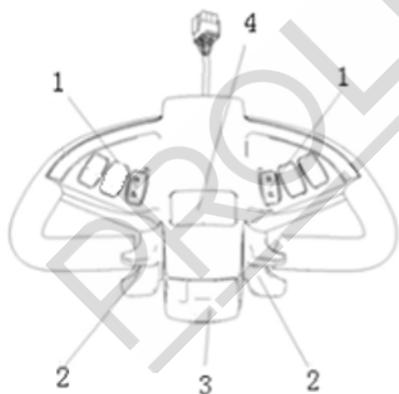

Рисунок 6
- При перемещении акселератора (позиция 2 на рис. 6) в положение «0» или отпуская кнопки активируется торможение, и тележка тормозит до полной остановки.
- Перемещая кнопку акселератора (позиция 2 на рис. 6) непосредственно с одного направления движения на противоположное, тележка тормозит до тех пор, пока не начнет движение в противоположном направлении.
- Нагрудный переключатель (позиция 3 на рис. 6) предотвращает зажатие оператора, и, если эта кнопка активирована, тележка замедляет ход и/или начинает движение назад («В») на некоторое расстояние, а затем останавливается. Если ручка находится в рабочей зоне, а тележка не движется, считайте, что в этой ситуации кнопка все еще активирована.
- Контролируйте скорость движения, осторожно перемещая кнопку акселератора (позиция 2 на рис. 6), пока не будет достигнута желаемая скорость.
Опустите вилы в минимальное положение во время движения, затем нажмите кнопку подъема (позиция 1 на рис. 6), пока не достигнете желаемой высоты подъема. При опускании груза на место убедитесь, что груз опущен, и вилы не находятся под паллетом, затем осторожно отведите тележку от места погрузки.